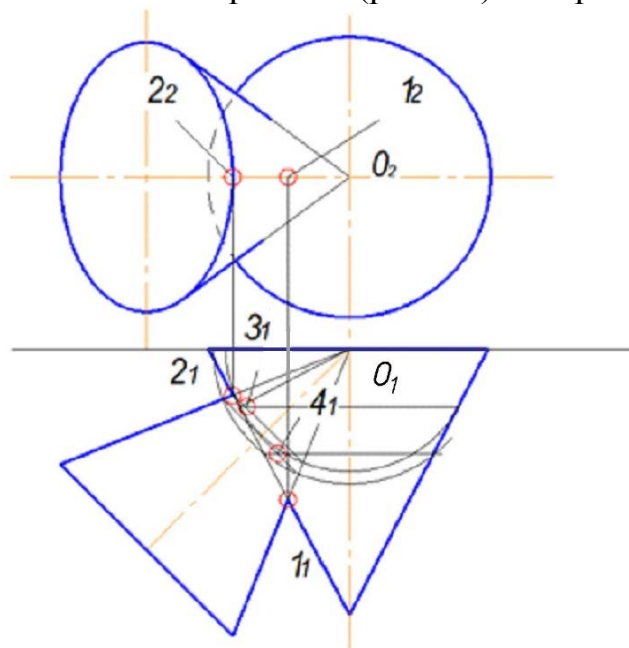

Рисунок 20 – Крок 3 алгоритму виконання РГР № 4
3. Радіуси допоміжних сфер збільшують, визначаючи таким чином сукупність спільних точок між поверхнями (рис. 20). Наприклад, т.4 ( $4_1$ ):